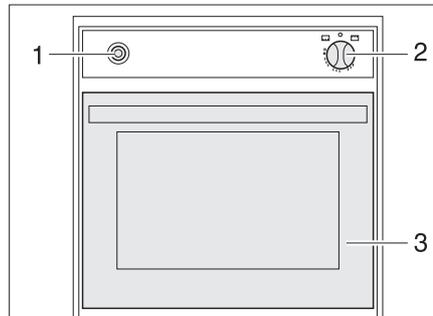

Bild 140 Gasbackofen
- Backofenklappe (Bild 140,3) ganz öffnen.
- Drehregler (Bild 140,2) leicht drücken und auf "🔥" (Backofen) oder "GRILL" stellen.
- Drehregler (Bild 140,2) drücken und 5 bis 10 Sekunden lang gedrückt halten. Es strömt Gas zum Brenner.
- Zündschalter (Bild 140,1) so oft drücken, bis die Flamme brennt.
- Drehregler (Bild 140,2) auf "0" drehen. Die Flamme erlischt.